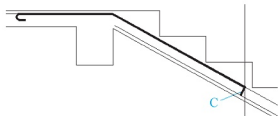

图 5.80 绘制 1 号负弯矩筋 4
⑥ 在指定下一个点或 [圆弧 (A)/ 半宽 (H)/ 长度 (L)/ 放弃 (U)/ 宽度 (W)]: 提示下, 输入“A”, 表示要画圆弧。
⑦ 在指定圆弧的端点或 [角度 (A)/ 圆心 (CE)/ 闭合 (CL)/ 方向 (D)/ 半宽 (H)/ 直线 (L)/ 半径 (R)/ 第二个点 (S)/ 放弃 (U)/ 宽度 (W)]: 提示下, 输入“A”并按 Enter 键, 表示要以指定角度的方法画圆弧。
⑧ 在指定包含角: 提示下, 输入“180”并按 Enter 键, 指定圆弧的旋转角度为逆时针 180°。
⑨ 在指定圆弧的端点或 [圆心 (CE)/ 半径 (R)]: 提示下, 打开【正交】功能, 将光标垂直向下拖动, 然后输入“40”。
⑩ 在指定圆弧的端点或 [角度 (A)/ 圆心 (CE)/ 闭合 (CL)/ 方向 (D)/ 半宽 (H)/ 直线 (L)/ 半径 (R)/ 第二个点 (S)/ 放弃 (U)/ 宽度 (W)]: 提示下, 输入“L”并按 Enter 键, 表示要画直线。
① 在指定下一个点或 [圆弧 (A)/ 半宽 (H)/ 长度 (L)/ 放弃 (U)/ 宽度 (W)]: 提示下, 向右水平拖动光标, 然后输入 “36” 并按 Enter 键, 结果如图 5.80 所示。